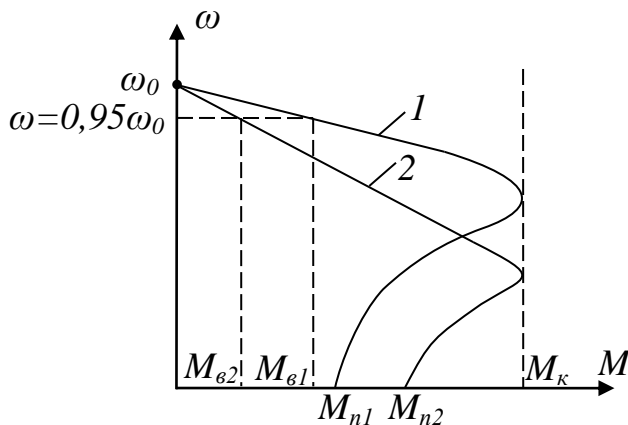

Рисунок 4 – Механические характеристики при асинхронном пуске СД
В зависимости от своих параметров пусковая обмотка СД обеспечивает 2 основных вида механической характеристики (рисунок 4). Выбор характеристики определяется условиями работы СД. Для тяжелых условий пуска выбирают характеристику 2, т.к. $M_{п2} >$
- с глухоподключенным возбуждением (см. схему рисунка 1 без К1, R, К2), для легких условий пуска (характеристика 1, рисунок 4);
- возбудитель подключается в конце пуска контактом К2 (см. схему рисунка 1). В начале пуска К1 замкнут, К2 разомкнут; в конце наоборот (характеристика 2, рисунок 4).